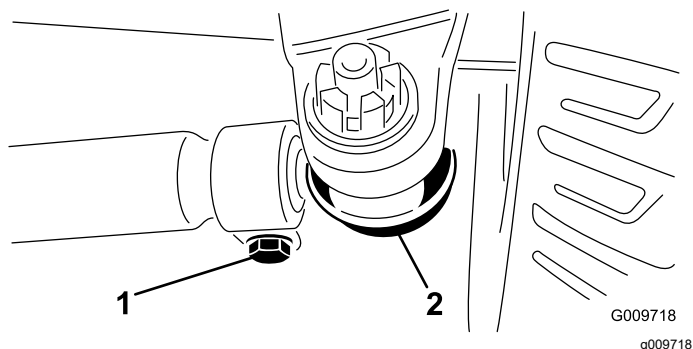

图 73
2. 要调节前束应从任一横拉杆球窝接头卸除开口销和螺母 图 73。
4. 拧松横拉杆两端的夹具 (图 73)。